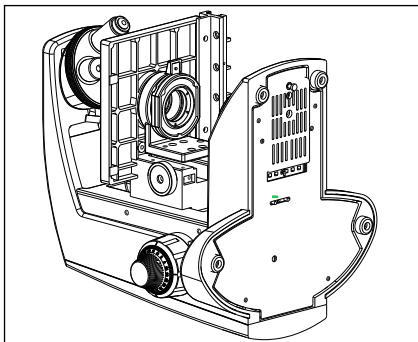

Fig. 1
2. Um mögliche Schlaggefahren und -brände zu vermeiden wenn Sie LED ersetzen, drehen Sie den Mikroskopauptschalter zur Ausschaltstellung und trennen Sie die Aufladeeinheit vom Wandanschluß im Voraus. Wann immer Sie LED während des Gebrauches oder des rechten Nachgebrauchs ersetzen, vor dem Berühren lassen Sie die Lampeneinfaßung abkühlen (Fig. 1)